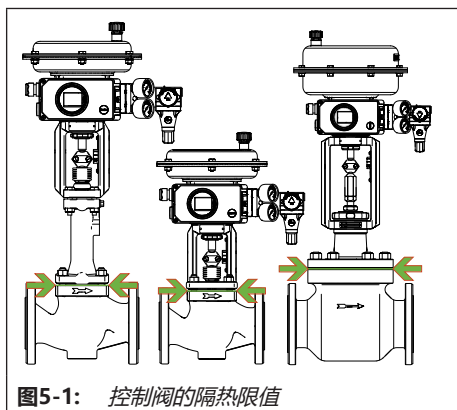

图5-1: 控制阀的隔热限值
- 仅将控制阀隔热到阀体的阀盖法兰 (请参见图5-1)。这也适用于带有用于 0°C 以下或 220°C 以上介质温度的波纹管密封或延长段的型号。如果延长段已隔热, 则其将不正常运行。